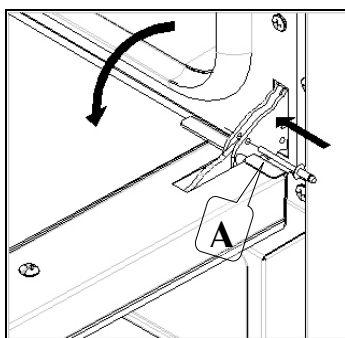

Fig. 3
- In filer les épines en dotation dans les trous "A" qui sont présent sur le deux charnière (Fig.3);